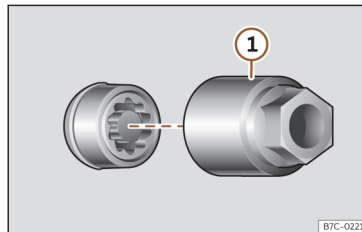

Fig. 241 Parafuso antirroubo com capa de proteção e adaptador.
- Encaixe o adaptador especial >>> **Fig. 241** (ferramenta de bordo >>> **Página 359**) no parafuso antirroubo da roda até ao limite.